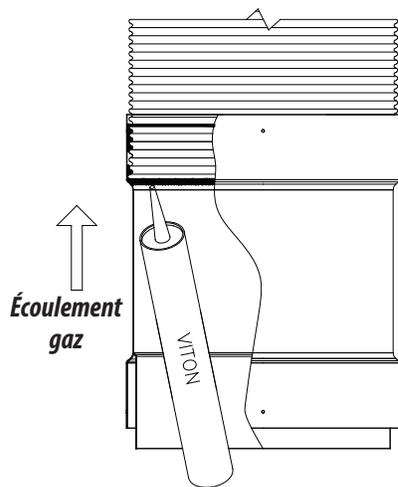

Figure 18 - Assemblage
2.2. Insérer la longueur flexible supérieure dans l'adaptateur jusqu'au-delà de la marque faite sur la longueur flexible. S'assurer que le joint de Viton® scelle bien le joint du côté intérieur en vérifiant à l'intérieur de l'adaptateur (Figure 18).